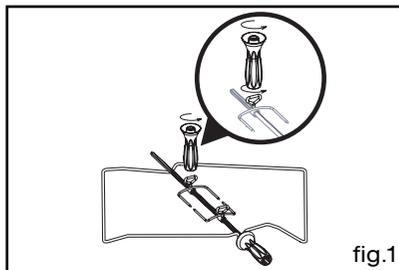

fig.1
• *Tournebroche (fig.1)*
- enfiler une des fourchettes sur la broche ; embrochez la pièce à rôtir ; enfiler la deuxième fourchette ; centrez et serrez en vissant les deux fourchettes à l'aide de la poignée (fig.1).
L'afficheur clignote à 12:00. (fig.1)